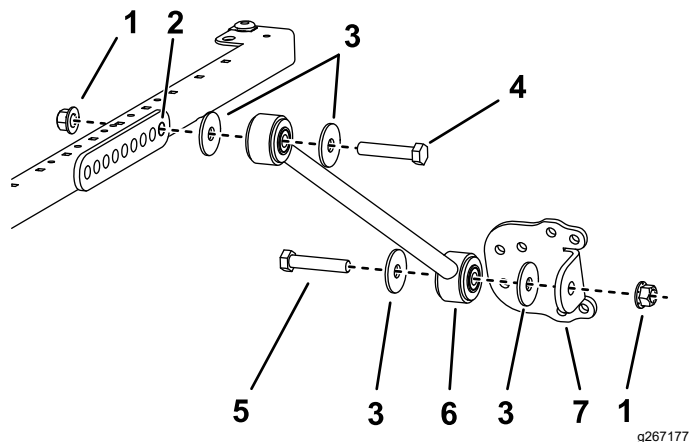

Рисунок 44
4. С каждой стороны рамы солнцезащитного навеса прикрепите, не затягивая, подпорку к заднему отверстию кронштейна подпорки с помощью болта ($\frac{1}{2}$ x $2\frac{3}{4}$ дюйма), 2 шайб ($\frac{1}{2}$ дюйма) и фланцевой гайки ($\frac{1}{2}$ дюйма), как показано на рис. Рисунок 44.
5. Прикрепите, не затягивая, кронштейн подпорки к каждой подпорке с помощью болта ($\frac{1}{2}$ x $2\frac{1}{2}$ дюйма), 2 шайб ($\frac{1}{2}$ дюйма) и фланцевой гайки ($\frac{1}{2}$ дюйма), как показано на рис. Рисунок 44.